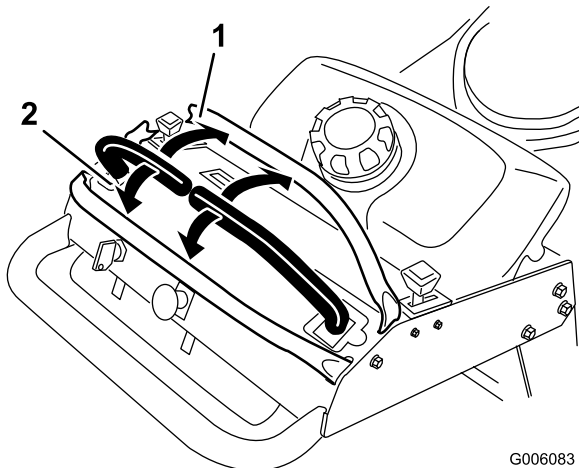

Figure 9
3. Pour vous déplacer en marche avant, poussez lentement les leviers de commande de déplacement vers l'avant (Figure 9).
Pour vous déplacer en ligne droite, appliquez une pression égale sur les deux leviers de déplacement (Figure 9).
Pour tourner, rapprochez du point mort le levier de commande correspondant à la direction que vous voulez prendre (Figure 9).
2. Pour vous déplacer en marche arrière, tirez lentement les leviers en arrière (Figure 9).
Pour tourner, relâchez le levier de commande correspondant à la direction que vous voulez prendre (Figure 9).